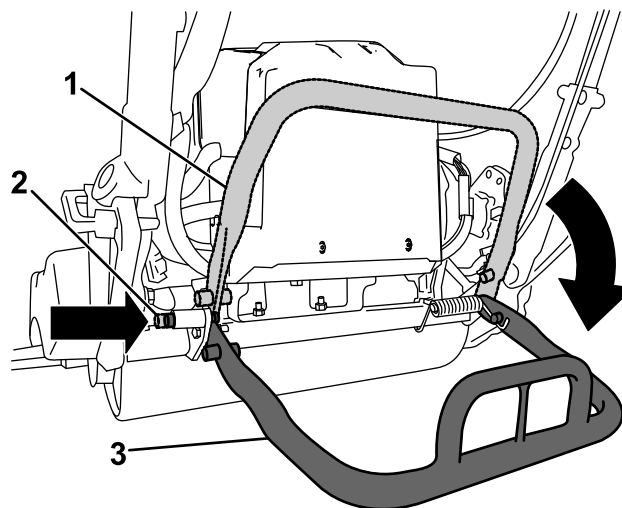

Figura 23
- Per evitare il ribaltamento all'indietro della macchina durante la rimozione del cilindro, abbassate il cavalletto e premete il perno di bloccaggio per bloccare il cavalletto in posizione di SERVIZIO (Figura 23).